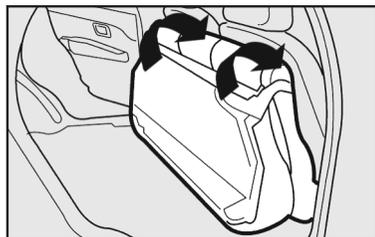

fig. 108
5) Em seguida, rebater o banco traseiro inteiro para a frente de maneira a obter uma única superfície de carga fig. 108.
### Para repor o banco na posição normal - fig. 108: